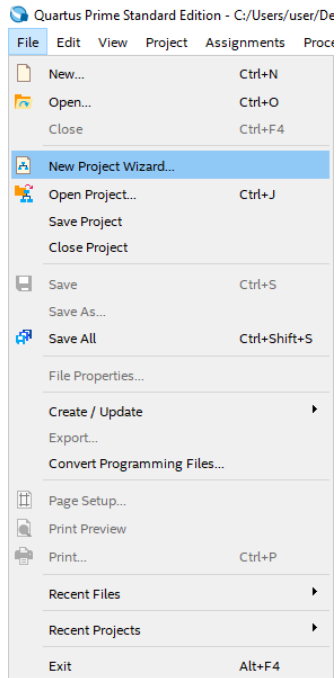

Ilustración 1: Creación de un nuevo proyecto
3. Proceda a crear un nuevo Proyecto seleccionando la opción **File→New Project Wizard** como se observa en la ilustración 1. Aparecerá la ventana de Introducción, luego da clic en **Next**.